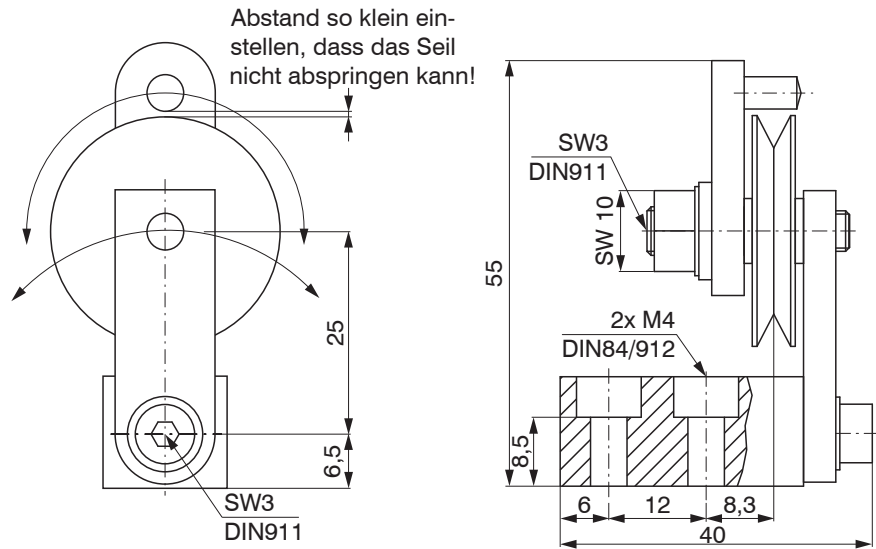

Abb. 13 Umlenkrolle TR1-WDS mit Montagefuß, Abmessungen in mm
- TR1-WDS Seilumlenkrolle mit Montagefuß, siehe Abb. 13